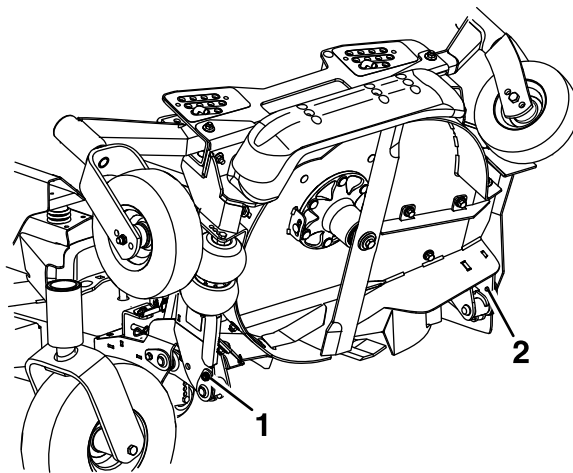
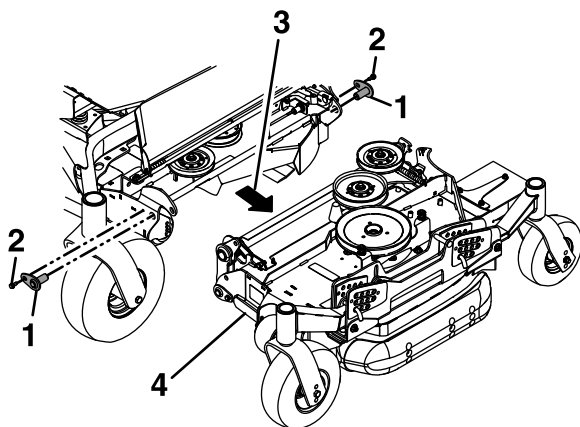

Figure 83
**Figure 86**
7. Desserrez les boulons qui fixent les axes de pivot supérieurs sur le tablier, mais ne les retirez pas (Figure 83).
- 14. Retirez les douilles à embase des points de pivot supérieurs et nettoyez l'alésage (**Figure 86**).
- 18. Retirez et conservez les boulons des points de pivot inférieurs (**Figure 83** et **Figure 86**).